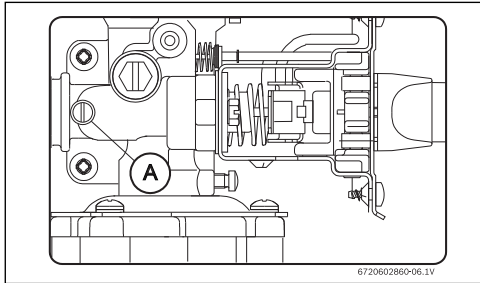

Bild 13
- Dichtschaube **A** lösen (→ Bild 13) und das U-Rohr-Manometer anschließen.